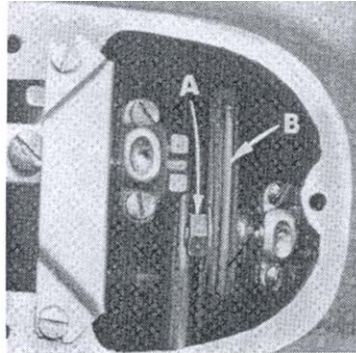

Fig. 9
Synchronizing the upper feed with the lower feed can be accomplished by loosening nut (A, Fig. 9) and moving the ball stud in the upper feed driving shaft segment lever (B). Retighten nut.
Synchronisierung des oberen und unteren Transports kann durch Lösen der Mutter (A, Fig. 9) und Bewegen des Kugelbolzens im oberen Transportachsenhebel (B) erreicht werden. Ziehen Sie die Schraube wieder an.